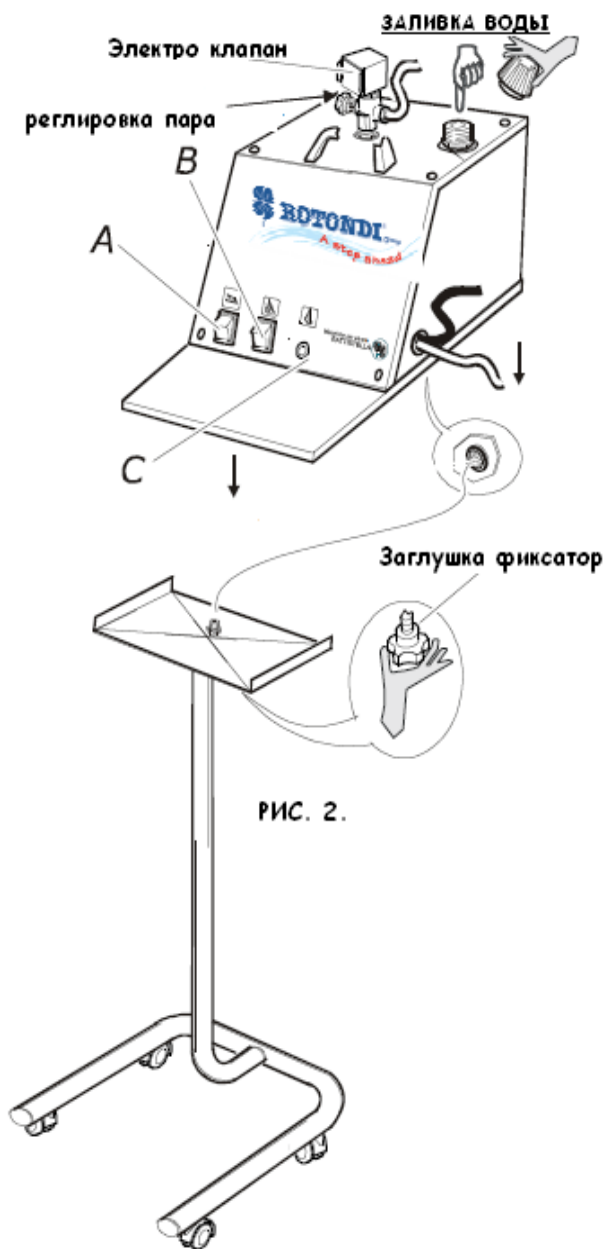
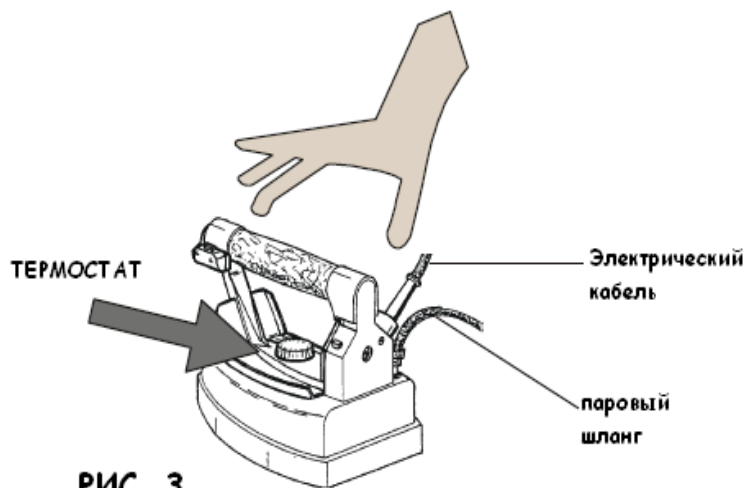

РИС. 2.
РИС. 3
1. Откройте Аварийный клапан (рис.1) и заполните котёл водой (рис.2) на 2/3 объема бойлера. Далее обратно заверните аварийный клапан, но не слишком туго поскольку прокладка может повредиться.
3. Включите бойлер (рис.2 В) и утюг (рис.2А), установите термостат утюга(рис.3) в положение «Cotton» (Хлопок).
4. Подождите до тех пор пока лапма работы котла не выключится (рис.2 С)
Регулировка пара обеспечивается поворотом по часовой или против вентиля электроклапана(рис.2).
В процессе глажки лампа котла периодически включается и выключается (рис. 2С).
4. Для сухой глажки (см. рис. 3) утюг можно отрегулировать в различные положения при помощи термостата. Для глажки с паром устанавливайте термостат в положение “cotton” или “linen”.
5. Если вы работаете на доске без функции «вакуумного отсоса», иногда могут образовываться круглые пятна конденсата. Чтобы обойти эту проблему, положите войлок под рабочее место и отрегулируйте колесико электроклапана на минимум.(рис.2)
Если у вас во время глажки интенсивность пара стала снижаться, а затем пар совсем перестал выходить из утюга, значит в бойлере закончилась вода. Для этого выключите питание парогенератора, и не много погодя выкрутите аварийный клапан(рис.1)на 360°, затем ждите пока пар не выйдет полностью. Отвинтите клапан с осторожностью, и подождите несколько минут. Затем заполните котёл с водой на 2/3 объема. (рис.2) Закрутите аварийный клапан и ждите пока лампочка бойлера не погаснет. (рис.2 С) Теперь устройство снова готово к работе.